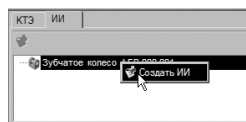

Рисунок 93
7. Перейдите на вкладку **ИИ** в окне дерева КТЭ и выберите из контекстного меню **Создать ИИ** (рис. 93).